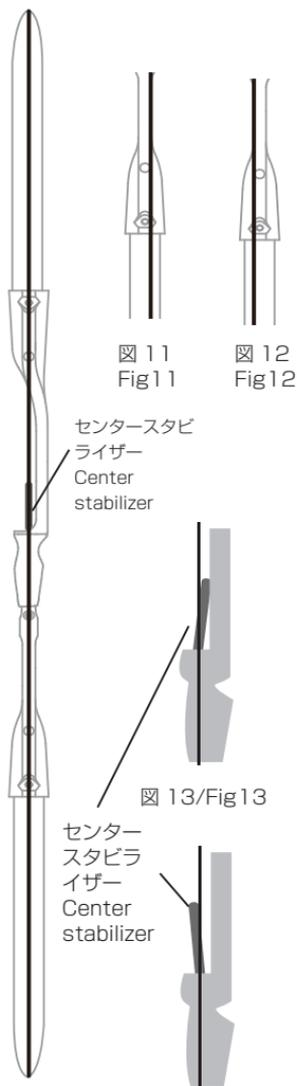

Fig 10/ Fig 10    Fig 14/ Fig 14
**参考:** 偏芯ロケーターは、中立位置に対し、左右 1/4 回転の範囲内で調整してください。ストリングを張った状態で弓のフェイス側（自分側）から見たとき、ストリングが上下リムの根元部分の中央を通り、同時にセンタースタビライザーがストリングと重なる状態が基準位置です。【図 10】
With the bow strung, see it from the face side. If the string lines up with the center line of the root (closest point to the riser) of both upper and lower limbs, and the center stabilizer at the same time, your bow is correctly aligned. 【Figure10】